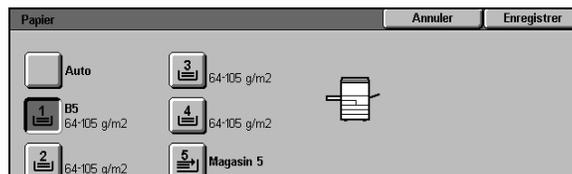

Figure 11 : Écran Alimentation papier
- Appuyez sur **Suite...** pour afficher des réglages supplémentaires (voir la figure 11).